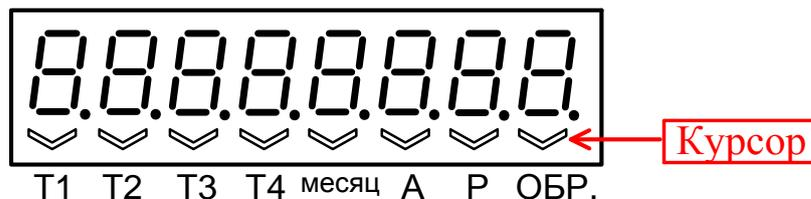
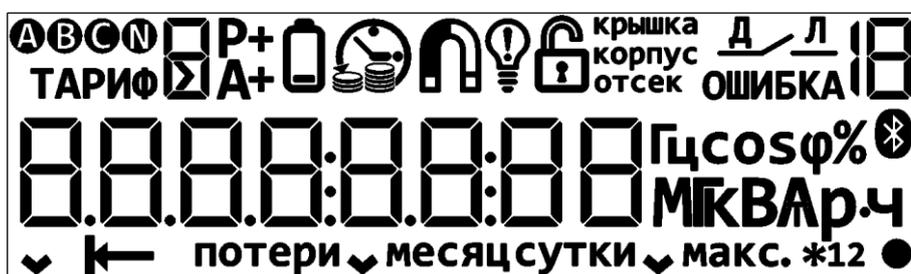
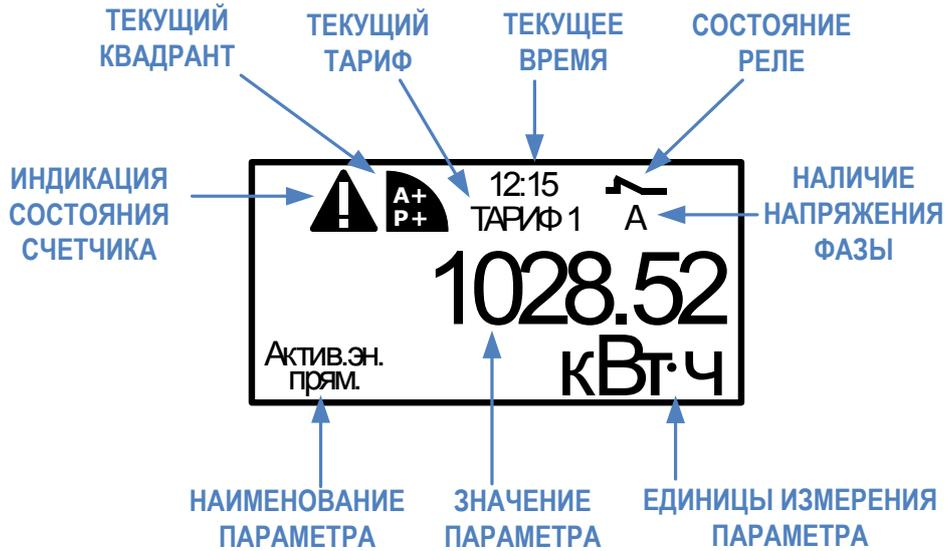

Рисунок 7.2 – Дисплей счетчика для установки на щит (тип 1)
Рисунок 7.3 – Дисплей счетчика для установки на щит (тип 2)
Рисунок 7.4 – Дисплей счетчика для установки на DIN-рейку (тип 3)
7.4.5 Счетчик для установки на щит может поставляться с сегментным дисплеем типа 1 (рисунок 7.2) или типа 2 (рисунок 7.3). Счетчик для установки на DIN-рейку имеет графический (пиксельный) дисплей типа 3 (рисунок 7.4).